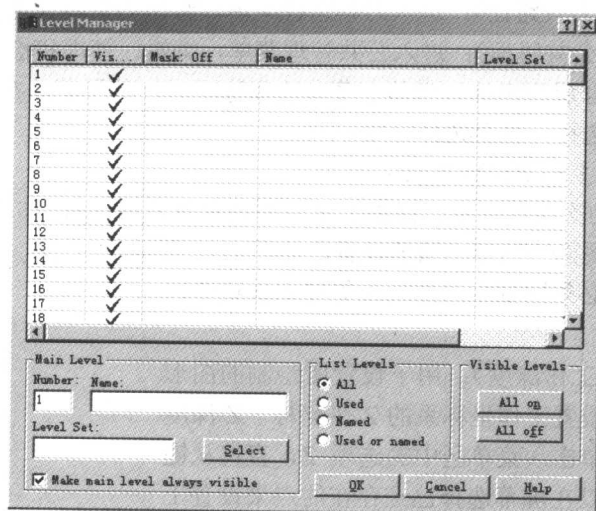

图 1-14 “Level Manager”对话框
(3) Level: 1 (图层设置): 图层的设置提供了图层管理的方法, 允许通过图层命名给图层分类, 还可以设置图层的可见性与隐藏属性, 并可以对图层中的图素进行锁定设置。选择次菜单区中的 “Level: 1” 命令或按 <Alt+Z> 组合键, 可以打开如图 1-14 所示的 “Level Manager” (图层管理) 对话框。